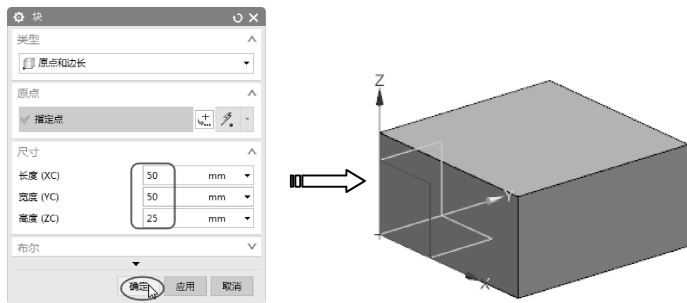

图 6-60 创建长方体
- 02 单击【长方体】按钮，创建一个长方体特征，如图 6-60 所示。